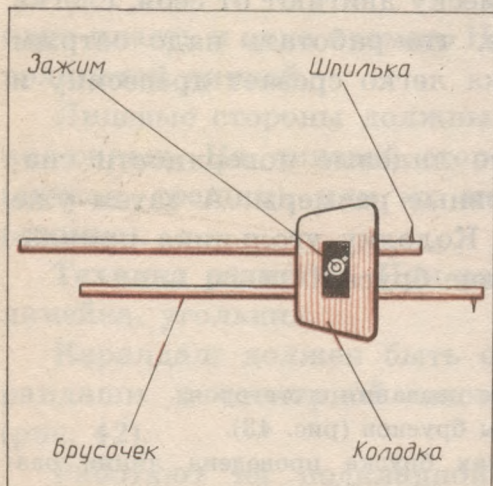

Рис. 46. Устройство рейсмуса.
*Рейсмус* (рис. 46) состоит из колодки, брусочков со шпильками и зажима. В *колодке* сделаны два отверстия для *брусочков* и одно для *зажима*. Винт *зажима* входит между